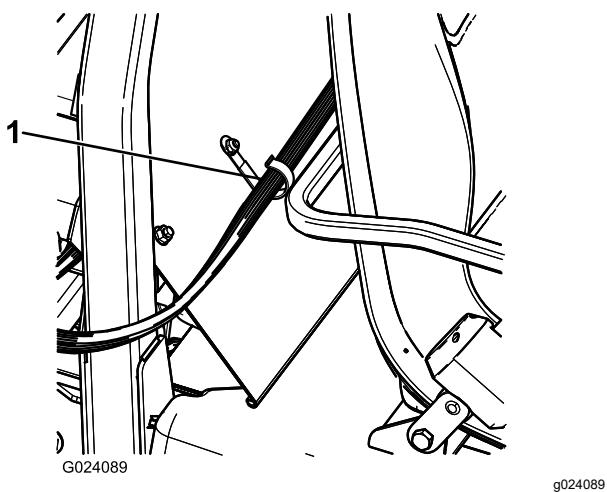

Figure 22
2. Fixez un clip en J derrière le siège du passager (Figure 22) à l'aide d'un boulon ($\frac{1}{4} \times \frac{1}{2}$ po) et d'un écrou à embase ($\frac{1}{4}$ po).
| 3. À l'aide des clips en J, fixez le faisceau de la console de commande à la console et au couvercle de la structure ROPS (Figure 22). |